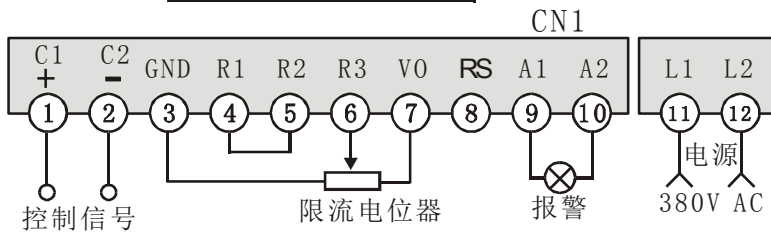

图 5：限流功能接线图
9.1. 使用限流功能，需接实际负载调试，参照图 5，调试步骤如下：